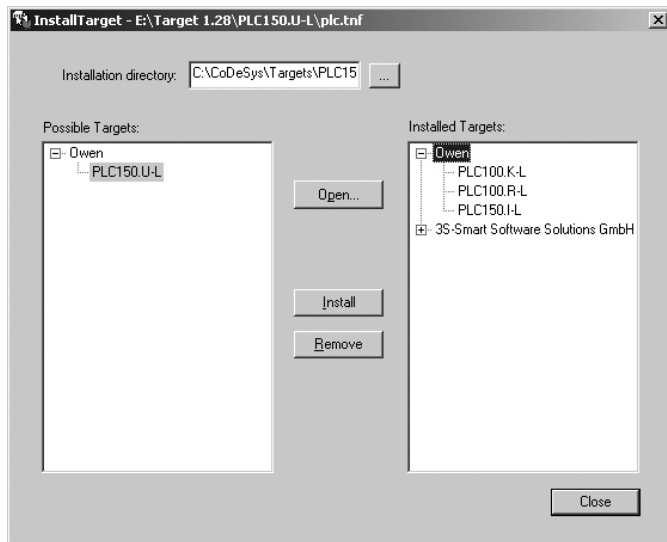

Рис. 2. Окно «InstallTarget» утилиты InstallTarget
- 1) В открывшемся при запуске утилиты **InstallTarget** окне (рис. 2) – нажать кнопку Open и указать путь доступа к инсталлируемому Target-файлу (имеющему расширение ***.tnf**, Target Information File). Target-файлы контроллеров OWEN ПЛК154 находятся на компакт-диске, поставляемом с контроллером, в папке «Target» или могут быть скачаны с сайта **www.owen.ru**.